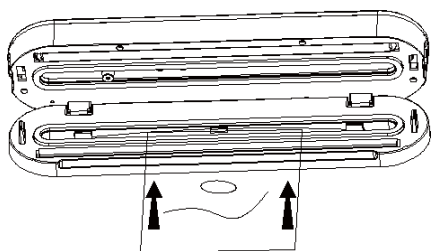

Figure 1
3. Placez l'extrémité ouverte du sac d'emballage sous vide dans la chambre à vide de la machine (généralement 3 à 5 mm au-delà de la paroi de la chambre à vide) pour vous assurer que le sac ne fuit pas d'air, comme illustré à la figure 1.